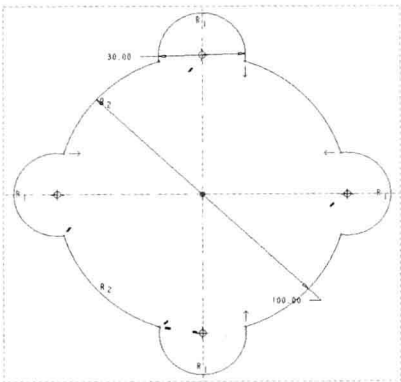

图 5-63 绘制截面
Step 03 弹出“扫描”选项卡，在绘图区选取扫描轨迹，单击“扫描”选项卡中的“截面”按钮，进入草绘环境并弹出“草绘”选项卡，单击相应按钮，绘制截面，如图 5-63 所示。